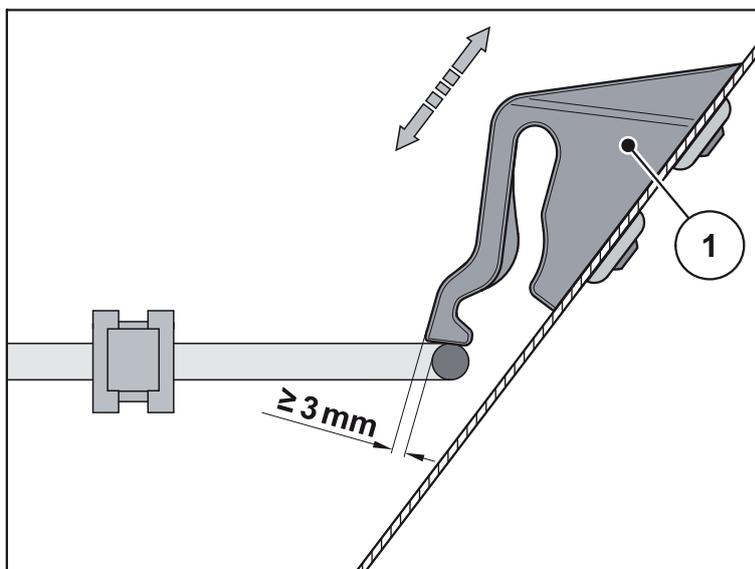

Figure 9.4 : Mesure du contrôle du fonctionnement du verrouillage de la grille de protection
- Le cas échéant, corriger le réglage vers le bas/haut en déplaçant le verrouillage de grille de protection [1] (voir figure 9.4).